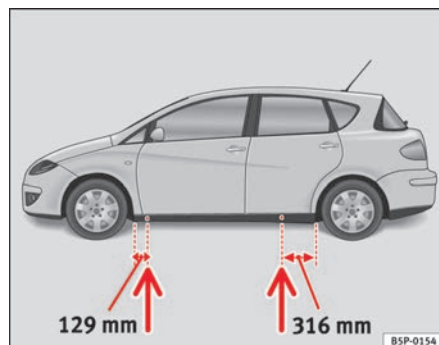

Fig. 176 Punti di appoggio per il cric
- Applicare il cric al longherone inferiore del veicolo nel punto di appoggio più vicino alla ruota da sostituire ⇒ **fig. 176**.
Sul montante inferiore sono segnati i punti a cui applicare il cric ⇒ **fig. 176**. È previsto un punto per ogni ruota. Non collocare il cric in altri punti.